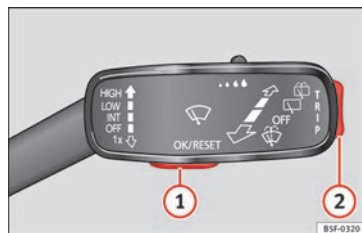
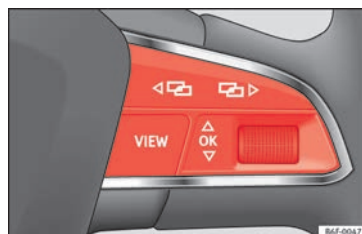

Fig. 43 Levier d'essuie-glace : touches de contrôle.
Fig. 44 Partie droite du volant multifonction : touches de contrôle.
Le système d'information pour le conducteur est géré avec les touches du volant multifonction » fig. 44 ou avec le levier d'essuie-glace » fig. 43 (si le véhicule n'est pas équipé de volant multifonction).
- Si un message ou le pictogramme du véhicule apparaît, appuyez sur la touche **» fig. 43 ①** du levier d'essuie-glace ou sur la touche **OK** du volant multifonction **» fig. 44**.
- Si vous utilisez le levier d'essuie-glace : pour consulter le menu principal ou pour retourner au menu principal depuis un autre menu, maintenez enfoncée la commande à bascule **» fig. 43 ②**.
- Si vous utilisez le volant multifonction : la liste du menu principal ne s'affichera pas. Pour faire défiler chaque point du menu principal, appuyez sur la touche **◀** ou **▶** plusieurs fois **» fig. 44**.
- Appuyez sur la commande à bascule **» fig. 43 ②** du levier d'essuie-glace vers le haut ou vers le bas ou tournez la molette du volant multifonction **» fig. 44** jusqu'à ce que l'option souhaitée du menu s'affiche en surbrillance.
- Pour consulter l'option du sous-menu, appuyez sur la touche **» fig. 43 ①** du levier d'essuie-glace ou sur la touche **OK** du volant multifonction **» fig. 44**.
- Marquez ou confirmez la sélection avec la touche **» fig. 43 ①** du levier d'essuie-glace ou avec la touche **OK** du volant multifonction **» fig. 44**.
- *Sur des véhicules sans volant multifonction* : appuyez sur la commande à bascule **TRIP** du levier d'essuie-glace » **fig. 43**.
- *Sur des véhicules avec volant multifonction* : tournez la molette » **fig. 44**.
- **Véhicules équipés d'un volant multifonction** : tournez la molette » fig. 44.